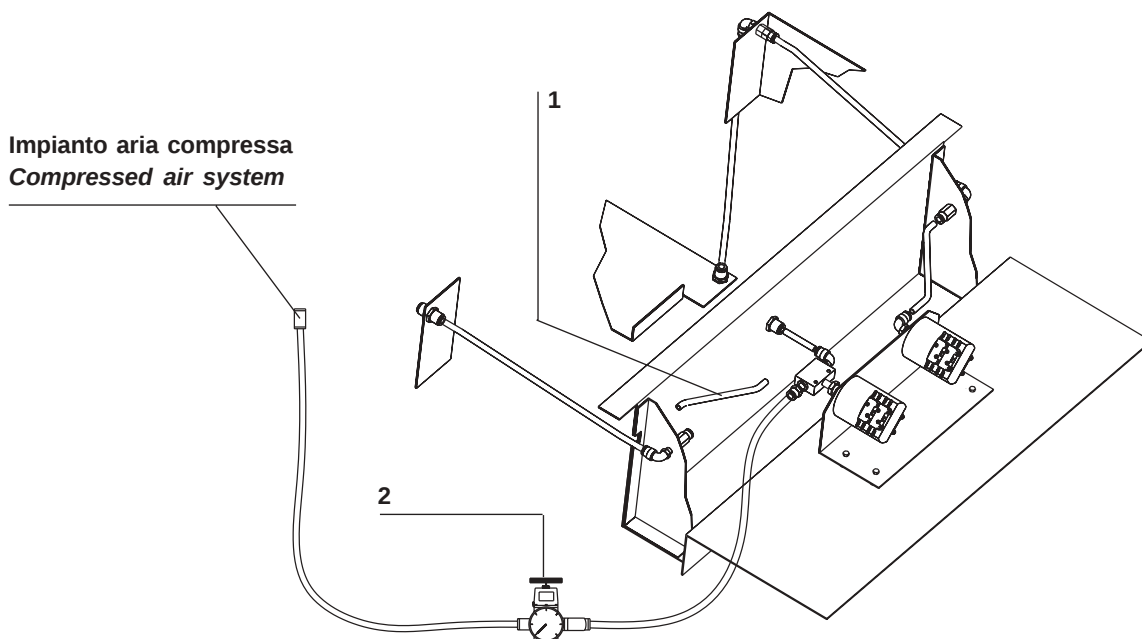

Fig. 39
- Scollegare il tubetto (1) (fig. 39) dal pressostato da verificare;
- regolare la pressione al valore di intervento dei pressostati in prova da noi indicato, agendo sul riduttore di pressione (2);
- premere la leva di apertura della valvola di intercettazione dell'aria (3);
- disconnect the tube (1) (fig. 39) from the pressure-switch;
- regulate the pressure according to the pressure-switch test-value of intervention by means of the pressure reducer (2);
- press the lever for opening the air valve (3);